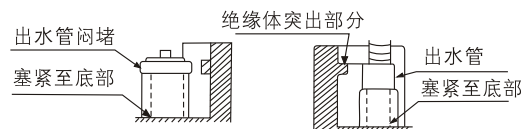

图 9
- (3) 如铜管从左边引出时,需将出水管和出水管闷堵互换位置,然后需如图9所示塞紧。(如果塞得不紧,冷凝水将会漏出及滴落。)